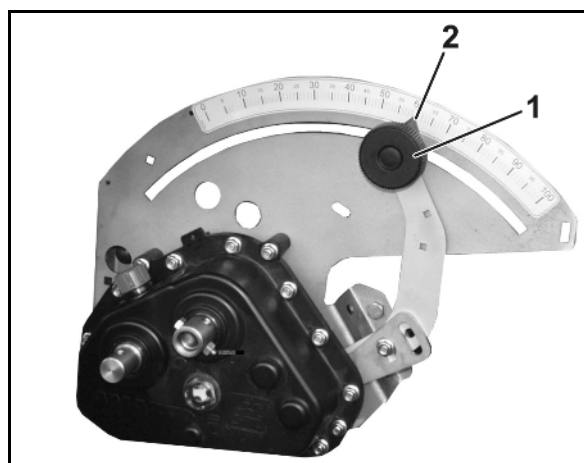

Рис. 81
6. Ослабьте фиксатор (Рис. 81/1) рычага редуктора.
7. Установите указатель рычага редуктора (Рис. 81/2) в одно из следующих положений: